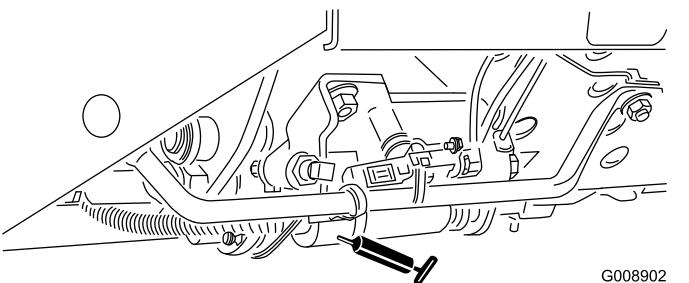

**Figura 37**
- 2 pivotes de brazo de elevación trasero y cilindro de elevación (Figura 37)